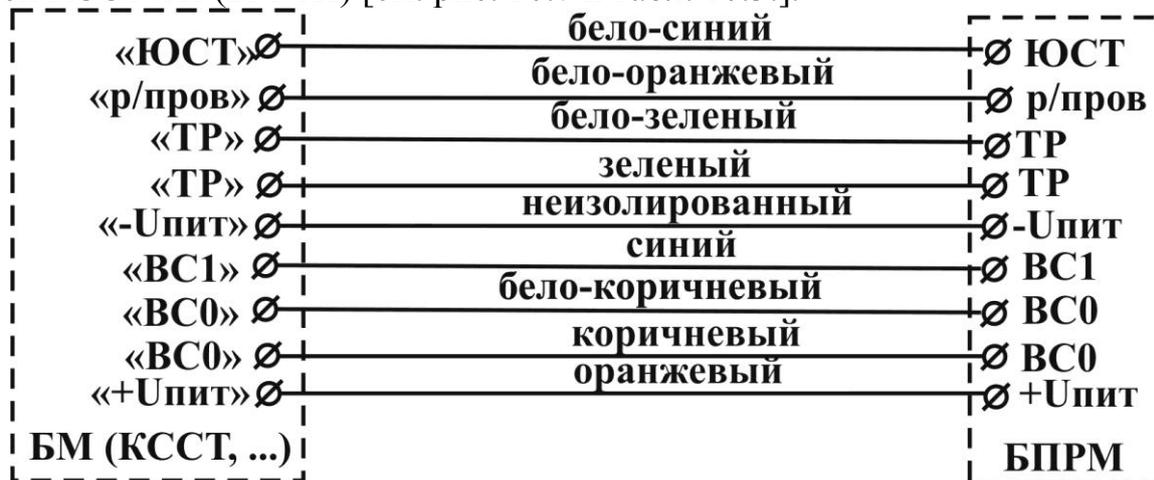

Рис.10.7
10.5.3 **Кабель БПРМ** подключить\* к зажимам «ИЗВ» в соответствии с маркировкой на шасси КССТ-1Н (БМ-1Н) [см. рис. 10.7 и табл. 10.3.].
10.6.1 В соответствии с электрической схемой проекта произвести подключение проводников кабеля связи (с ППК или концентратором) к контактам зажимов расположенным на обратной стороне шасси (КССТ-1Н, БМ-1Н, БД-1Н или др., см. рис. 10.7). В зажимы «RTP» установить контрольный резистор. Пары контрольных проводов от ППК подключить к зажимам «ТР» (ШС). В случае контроля цепи ТРЕВОГА на зажимах ТР без внешнего резистора (перемычка в зажимах RTP), необходимо ограничить ток значением, не превышающим 100 мА (ограничитель тока можно установить вместо перемычки в зажимах RTP). «Тревожный сигнал» может совмещаться с кнопкой вскрытия защитной крышки.